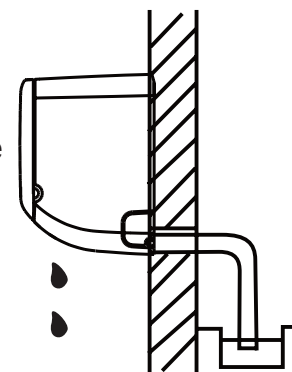

Abb. 3.8
2. Wenn sich das Loch hinter dem Gerät befindet, halten Sie die abnehmbare Platte dort. Wenn sich das Loch im Inneren des Innengeräts befindet, entfernen Sie die abnehmbare Kunststoffplatte von dieser Seite des Geräts. (Siehe Abb. 3.8). Dadurch entsteht eine Lücke, durch die die Leitung aus der Einheit ausgehen kann. Verwenden Sie eine Spezialzange, wenn sich die Kunststoffplatte nur schwer von Hand entfernen lässt.